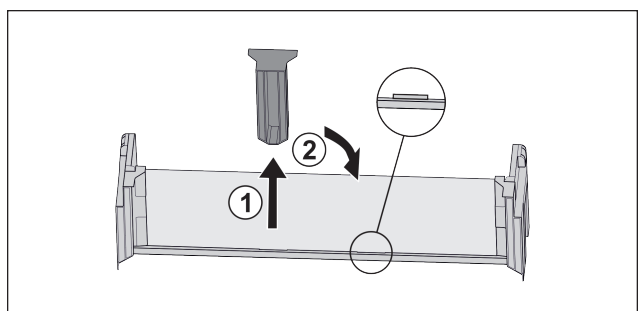

Fig. 110
- ▶ Estrarre l'elemento di supporto centrale Fig. 110 (1).
- ▶ Inserire l'elemento di supporto centrale sulla seconda posizione Fig. 110 (2).